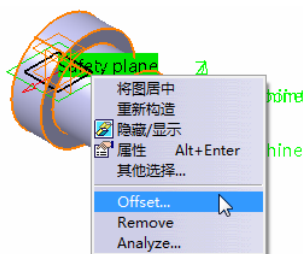
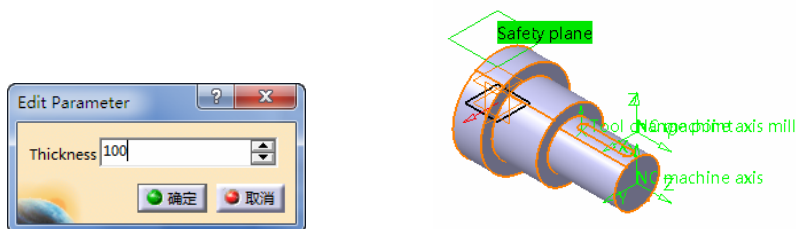

图 7-116 快捷菜单 (2)
图 7-117 创建的安全平面 (2)
- 右键单击所创建的安全平面，在弹出的快捷菜单 (2) 中选择“Offset”命令，如图 7-116 所示。系统弹出“Edit Parameter”对话框，在“Thickness”文本框中输入偏移值“100”，单击“确定”按钮，创建的安全平面 (2) 如图 7-117 所示。